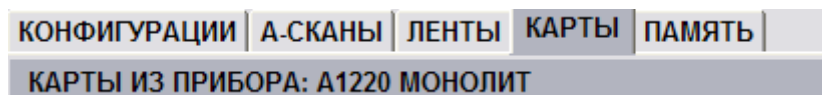

Рисунок 43
- Для загрузки данных из прибора следует нажать кнопку  в окне программы, которая активна только при подключенном приборе, или F1 на клавиатуре ПК. Программа считывает сохраненные в приборе карты, в строке источника данных будет указан прибор (рисунок 43).